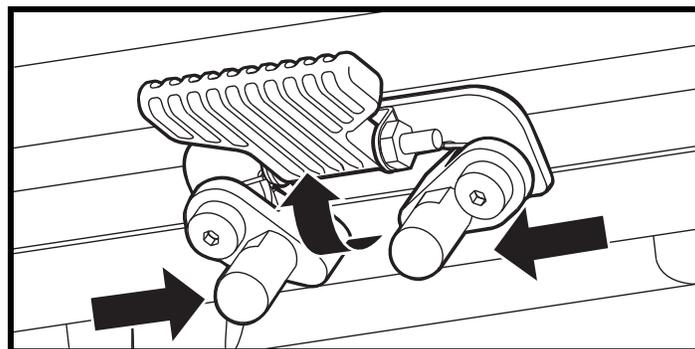

Figure 14. Réglage du siège - Loquet de sécurité
4. Basculez le loquet du siège vers le haut. Voir la figure 14.